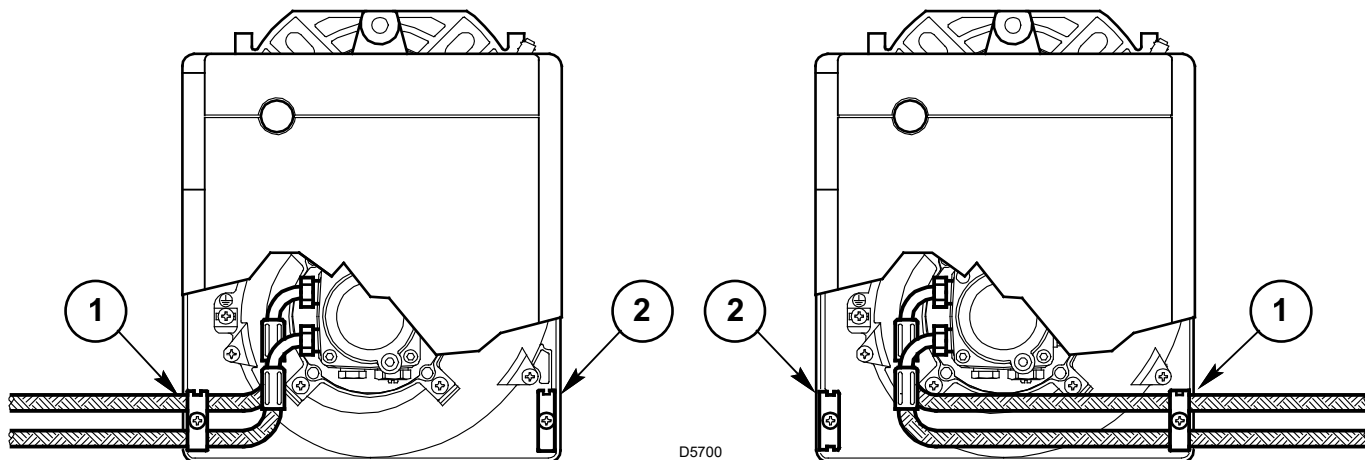

Fig. 6
El quemador va equipado para recibir los tubos de alimentación de combustible por ambos lados. Según si la salida de los flexibles es a la derecha o a izquierda, puede ser necesario cambiar el emplazamiento de la placa de fijación (1) con la de obturación (2), (ver Fig. 6).